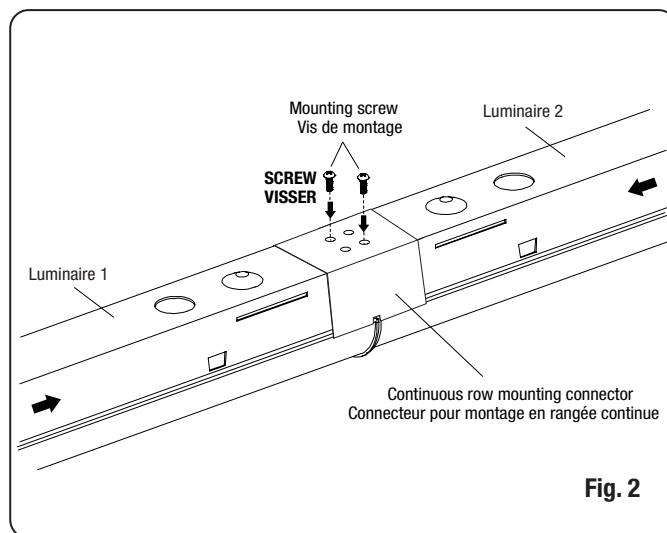

Fig. 2
SUSPENDED MOUNT WITH V-HOOKS (Fig. 2)
1. Install the two chains (not included) on the ceiling structure (see Fig. 2 V-HOOKS INSTALLATION DIMENSIONS table).
3. Install the two V-Hooks on the two brackets by using the existing mounting holes (see Fig. 2 detail).
2. Install the two aviation cables on the two brackets by using the existing mounting holes (see Fig. 2 detail).
NOTE: If the existing hole on the housing is not used for wiring, close the hole using a plug (not included) as shown in Fig. 2, detail.
MONTAGE SUSPENDU AVEC DES CROCHETS EN «V» (Fig. 2)
1. Installer les deux chaînes (non incluses) sur la structure du plafond (voir sur la Fig. 2 le tableau DIMENSIONS POUR L'INSTALLATION DES CROCHETS EN «V»).
3. Installer les deux crochets en «V» sur les deux supports de montage en utilisant les trous de montage existants (voir Fig. 2 détail).
NOTE: Si le trou existant sur le boîtier n'est pas utilisé pour le câblage, fermez le trou à l'aide d'un bouchon (non fourni) comme indiqué sur la Fig. 2, détail.
2. Place the continuous row mounting connector above luminaires and install it by using the provided two screws (see Fig. 2).
2. Placer le connecteur pour montage en rangée continue au-dessus des luminaires et l'installer à l'aide des deux vis fournies (voir Fig. 2).